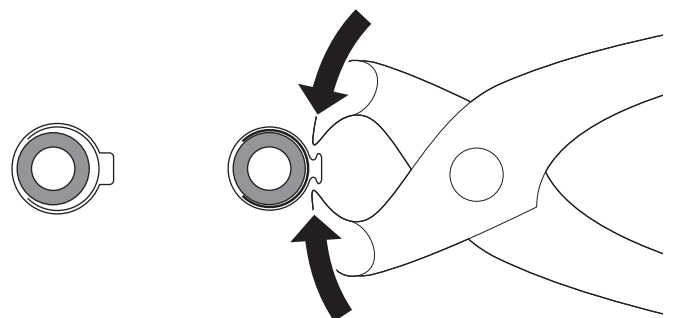

Fig. 25
- ▶ Compresser les colliers de serrage à une oreille avec la pince de montage (Fig. 25).